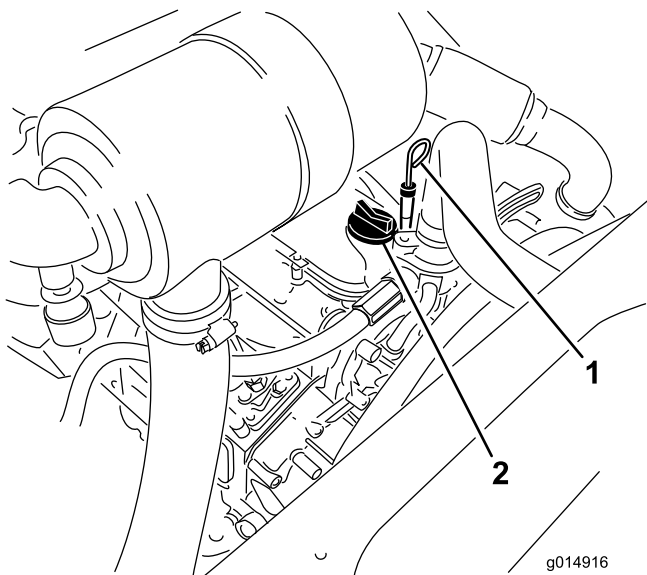

Figura 26
3. Togliete l'asta di livello, asciugatela e reinseritela (Figura 26).
5. Se l'olio non raggiunge la tacca "Full" (pieno), togliete il tappo di riempimento (Figura 26) e aggiungete olio finché il livello non raggiunge la tacca.